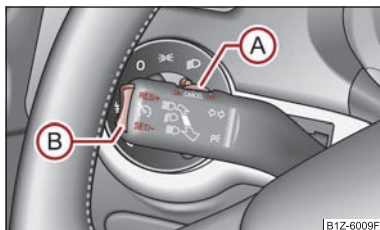

Fig. 88 Palanca de mando: Balancín y conmutador del sistema regulador de la velocidad
- Pulsar el conmutador (A) ⇒ fig. 88 desplazándolo a la posición **ON**.
- Tras alcanzar la velocidad deseada, presione el balancín (B) a la posición **SET**.
- Puede **aumentar** la velocidad memorizada, sin accionar el pedal acelerador, presionando el balancín (B) ⇒ fig. 88 a la posición **RES**.
Alcanzará nuevamente la velocidad memorizada, soltando el pedal de freno o el embrague y pulsando la tecla **(B)** ⇒ **página 81, fig. 88** en la posición **RES**.
- Pulsar el conmutador **(A)** ⇒ **página 81, fig. 88** desplazándolo a la posición **OFF**. ■